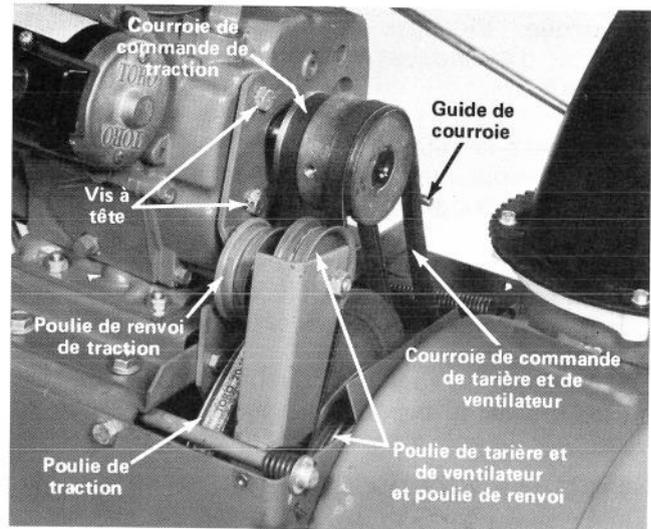

Figure 32
Quand la courroie de commande de traction (Fig. 32) est usée, étirée, saturée d'huile ou défectueuse de quelque manière, il faut la remplacer.
3. Mettez la commande de tarière en position DÉBRAYÉE (Disengage) et la commande des roues au POINT MORT (N). Enlevez ensuite la courroie de commande de tarière de la poulie du moteur et de la grande poulie de la tarière et du ventilateur (Fig. 32).
4. Desserrez les deux vis à tête (Fig. 32) fixant le bras de renvoi de traction à l'avant du moteur. Enlevez ensuite la courroie de commande de traction de la poulie du moteur et de la grande poulie de traction (Fig. 32).
5. Passez la courroie neuve sur la grande poulie de traction (Fig. 32). Passez ensuite la courroie sur la poulie du moteur en vous assurant que la courroie soit à l'intérieur de la poulie de renvoi et du guide de courroie en fil métallique (Fig. 32).
6. Passez la courroie neuve autour de la grande poulie de commande de tarière et de ventilateur (Fig. 32). Passez ensuite la courroie sur la poulie du moteur en vous assurant que la courroie soit à l'intérieur de la poulie de renvoi de tarière et de ventilateur et du dispositif de retenue de courroie en fil métallique (Fig. 32). Glissez l'ensemble de bras et poulie de renvoi contre la courroie pour éliminer le jeu de la courroie et serrez les vis à tête.
Quand la courroie de commande de tarière et de ventilateur (Fig. 32) est usée, étirée, saturée d'huile ou défectueuse de quelque manière, il faut la remplacer.
4. Passez la courroie neuve autour de la grande poulie de commande de tarière et de ventilateur (Fig. 32). Passez ensuite la courroie sur la poulie du moteur en vous assurant qu'elle soit à l'intérieur de la poulie de renvoi de tarière et de ventilateur et du dispositif de retenue de courroie en fil métallique (Fig. 32).